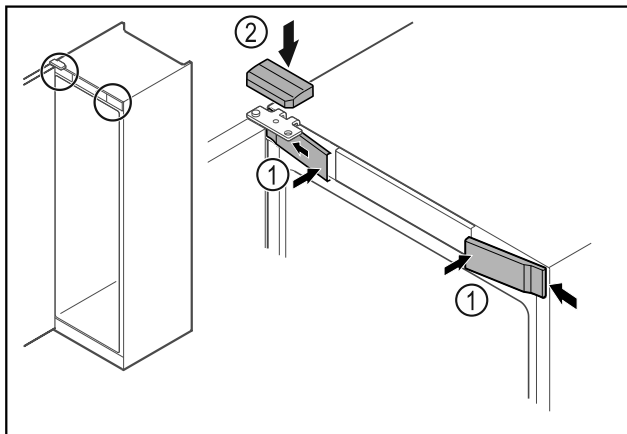

Fig. 67
- ▶ Akassza be oldalt az előlső burkolatokat Fig. 67 (1), majd pattintsa be.
- ▶ Felülről pattintsa be a felső burkolatot Fig. 67 (2).